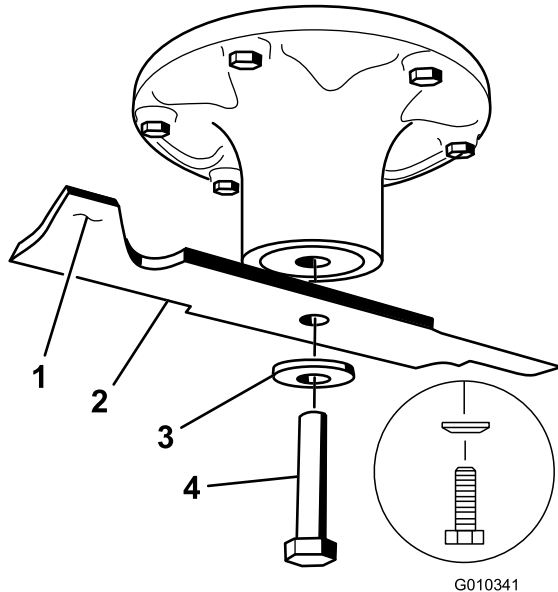

Figura 55
Sujete el extremo de la cuchilla usando un trapo o un guante grueso. Retire del eje el perno de la cuchilla, la arandela curva y la cuchilla (Figura 55).
cuchilla se mantiene horizontal, está equilibrada y puede utilizarse. Si la cuchilla no está equilibrada, rebaje algo el metal en la parte de la vela solamente (Figura 55). Repita este procedimiento hasta que la cuchilla esté equilibrada.
1. Instale la cuchilla en el eje (Figura 55).
2. Instale la arandela de muelle y el perno de la cuchilla. El cono de la arandela de muelle debe estar orientado hacia la cabeza del perno (Figura 55). Apriete el perno de la cuchilla a 135–150 Nm (100–110 pies-libra).